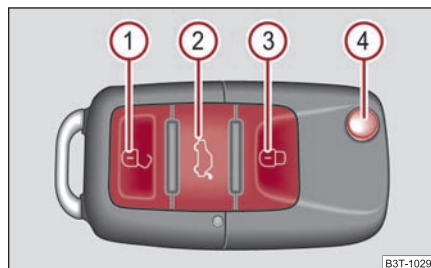

Fig. 48 Llave con radiotelemando
- Pulse la tecla **2** durante aprox. 1 segundos ⇒ fig. 48. Para más información ⇒ página 49.
- Pulse la tecla **2** durante aprox. 2 segundos ⇒ fig. 48. Para más información ⇒ página 49. ►